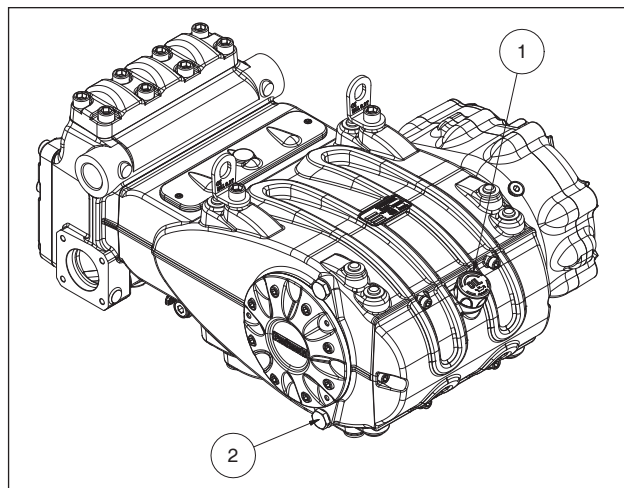

Fig. 3
Verifique o nível do óleo com a vareta da haste do nível do óleo especial, equipada de entalhes de mínimo e máximo ①, Fig. 3. Se necessário, complete até repor o nível.
A troca do óleo é executada com bomba de temperatura de trabalho, removendo: a haste do nível do óleo pos. ②, Fig. 3.
Prepare a instalação, de modo que não supere de modo algum os **115°C** (239°F) de temperatura do óleo durante o funcionamento da bomba. Use uma sonda de temperatura para introduzir no interior do dreno do óleo, pos. ② Fig. 3. Veja manual de "PROTEÇÃO CONTRA EXPLOSÃO ATEX".